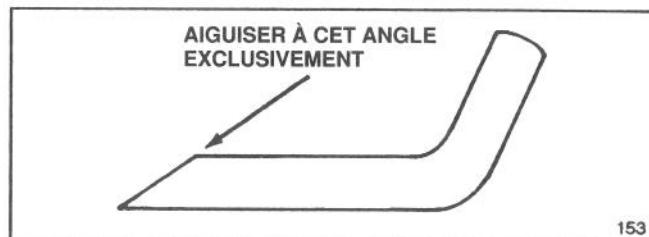

Figure 27
6. AIGUISAGE DE LA LAME – Au moyen d'une lime, aiguiser le bord supérieur de la lame en veillant à conserver l'angle de coupe original (Fig. 27). Limier la même quantité de métal sur chacun des tranchants de la lame pour lui conserver son équilibre.